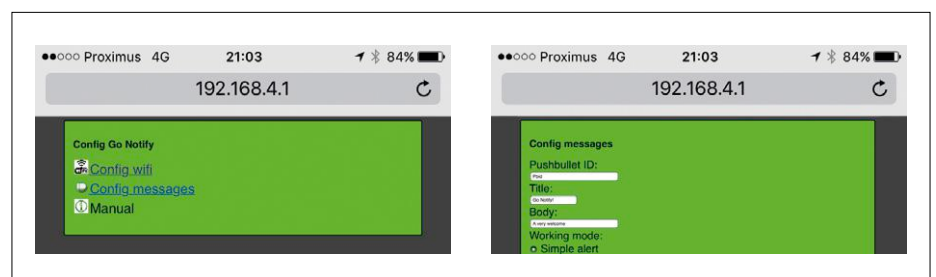

Figure 4. Connectez-vous au point d'accès GoNotify afin de configurer le dispositif pour votre réseau Wi-Fi.
Une fois que le nouveau microprogramme est chargé dans le dispositif, et que toute la mémoire a été effacée, il doit être (re) configuré avant d'être utilisé (les données de configuration sont stockées dans l'EEPROM du µC, la configuration Wi-Fi dans le module ESP-01S). Démarrez en pressant le bouton de RàZ SW1. GoNotify va alors se comporter en point d'accès (AP) par défaut à l'adresse 192.168.4.1 — l'utilisateur peut le changer dans le logiciel — (fig. 4). Après la configuration, GoNotify attend un événement comme la pression de SW2, la fermeture de RE1 ou le dépassement d'un certain seuil par le capteur (à définir au préalable dans le logiciel). Le buzzer émet un bip de notification et envoie un message de test ; contenu et destination dépendent de la configuration de votre dispositif. L'exemple de la figure 4 envoie un message à un service *PushBullet* (www.pushbullet.com). À partir de là GoNotify passe en fonctionnement normal, à savoir le mode surveillance à basse consommation.